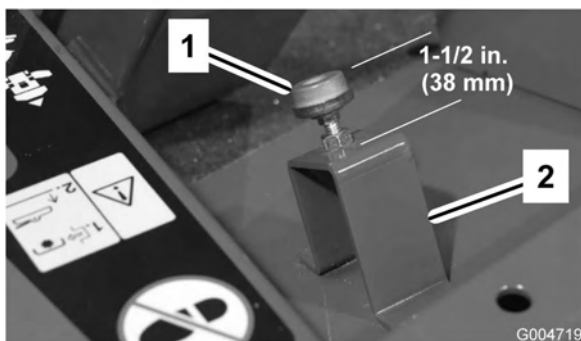

Bild 68
2. Prüfen Sie die Einstellung des Anschlages des Fahrpedals. Der Abstand zwischen der Oberseite des Ständers und der Oberseite des Anschlages muss 38 mm betragen (Bild 68). Lockern Sie die Muttern und stellen die Entfernung bei Bedarf ein.